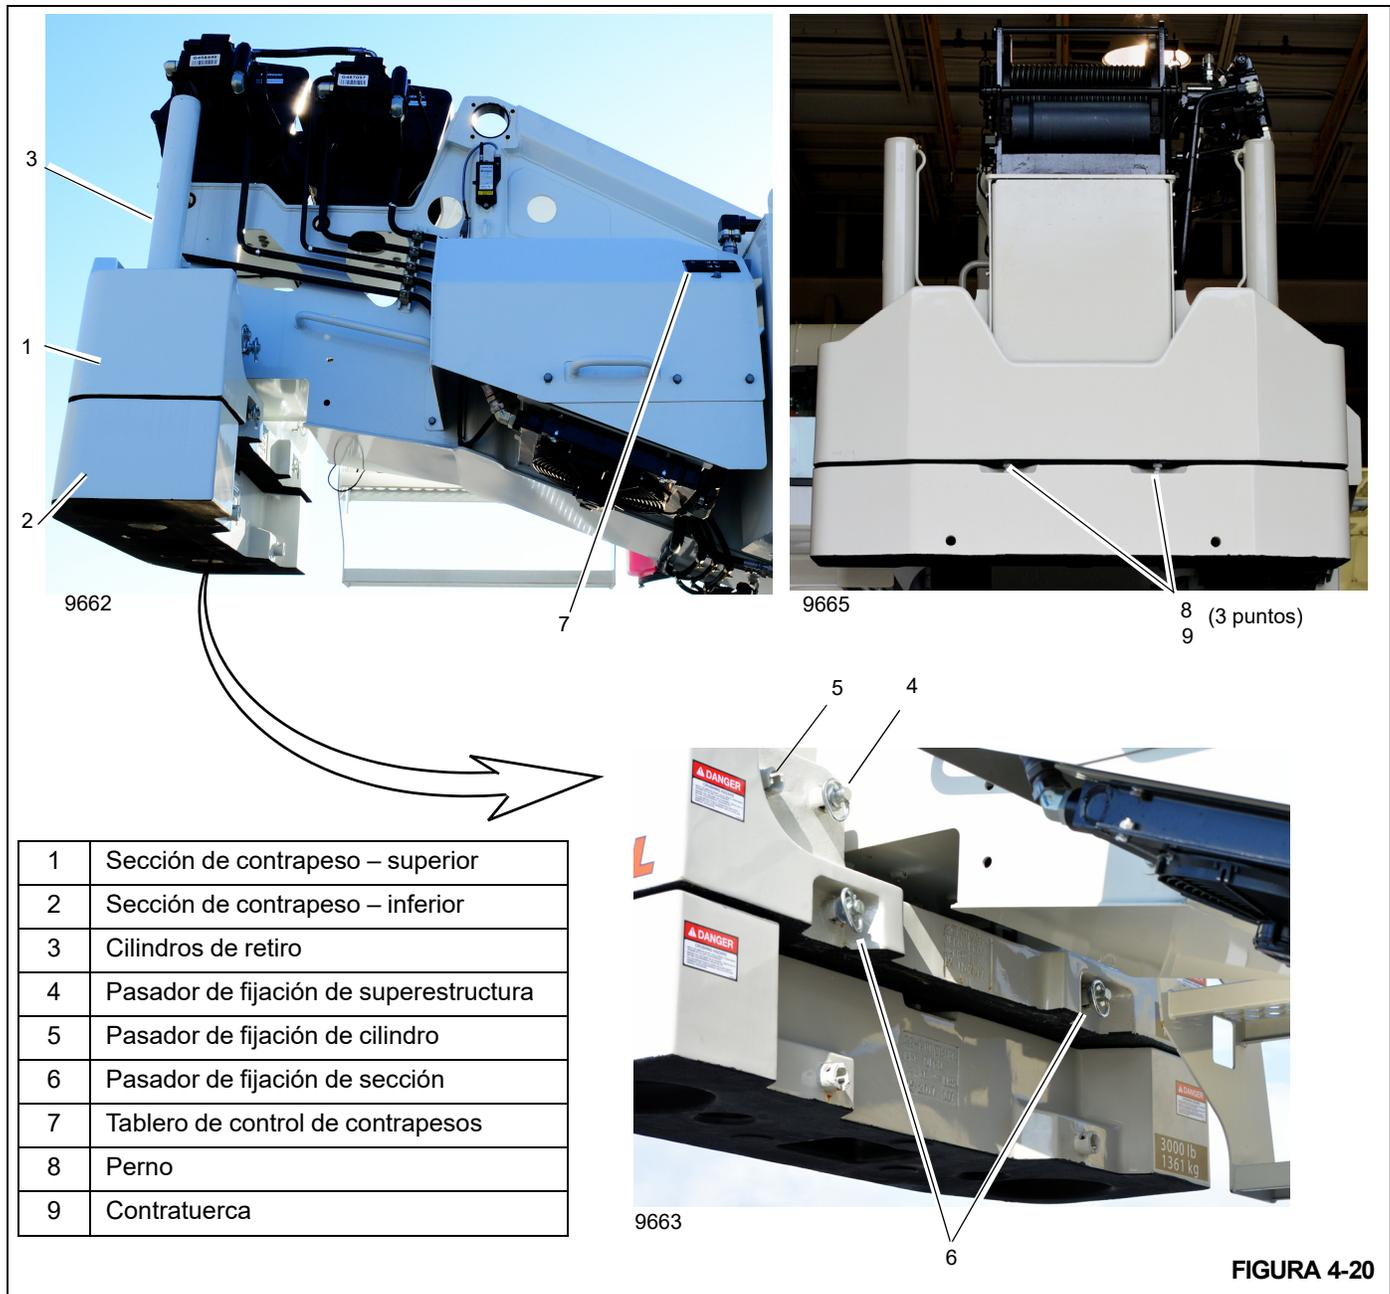

FIGURA 4-20
Consulte la Figura 4-20 para una ilustración de los componentes que conforman el contrapeso.
Use el siguiente procedimiento para instalar la sección de contrapeso superior de 3000 lb (1360.8 kg) (1, Figura 4-20) en una grúa serie NBT50L. La sección de contrapeso superior es común para las grúas NBT50L/NTC50L y NBT55L/NTC55L.
- Retraiga los pasadores izquierdo y derecho (4, 5, Figura 4-20) del contrapeso, si es necesario.
NOTA: En los modelos NBT55L/NTC55L con secciones de contrapeso superior e inferior (1, 2, Figura 4-20) y en los que se va a cargar la sección superior solamente, retire solamente los pasadores izquierdo y derecho (6, Figura 4-20) que mantienen unidas las secciones superior e inferior. No retire los pasadores que fijan los contrapesos inferiores a la plataforma del vehículo.
- Enganche el contrapeso a los cilindros utilizando los pasadores (5, Figura 4-20).
- Fije el contrapeso retirable a los lados izquierdo y derecho de la superestructura utilizando los pasadores de enganche de la superestructura (4, Figura 4-20).
Use el siguiente procedimiento para almacenar la sección de contrapeso superior de 3000 lb (1360.8 kg) (1, Figura 4-20) en las grúas de la serie NBT50L. La sección de contrapeso superior es común para las grúas NBT50L/NTC50L y NBT55L/NTC55L.
6. Si no lo ha hecho, instale los pasadores de enganche del cilindro izquierdo y derecho (5, Figura 4-20) para fijar el contrapeso a los cilindros.
8. Quite los pasadores de la superestructura (4, Figura 4-20) que fijan el contrapeso a la superestructura.
11. Quite los pasadores de enganche del cilindro (5, Figura 4-20) que fijan el contrapeso a los cilindros.
7. Si es necesario, retraiga los pasadores izquierdo y derecho (5, Figura 4-20) del cilindro en el contrapeso superior.
Si la grúa está equipada con secciones de contrapeso superior e inferior (1, 2, Figura 4-20) y en los que se va a cargar la sección superior solamente, retire solamente los pasadores izquierdo y derecho (5, Figura 4-20) que mantienen unidas las secciones superior e inferior. No retire los pasadores que fijan los contrapesos inferiores a la plataforma del vehículo.
- 10. Conecte el contrapeso retirable a los cilindros utilizando los pasadores de fijación de sección (6, Figura 4-20).
6. Quite los pasadores de la superestructura (4, Figura 4-20) que fijan el contrapeso a la superestructura.
9. Quite los pasadores de enganche de sección (6, Figura 4-20) que fijan el contrapeso retirable al contrapeso superior.
Si la superestructura de la grúa está cargada con la sección de contrapeso superior solamente y la sección de contrapeso inferior está almacenada en la plataforma del vehículo, fije la sección superior a la sección inferior con pasadores de fijación de sección (6, Figura 4-20).